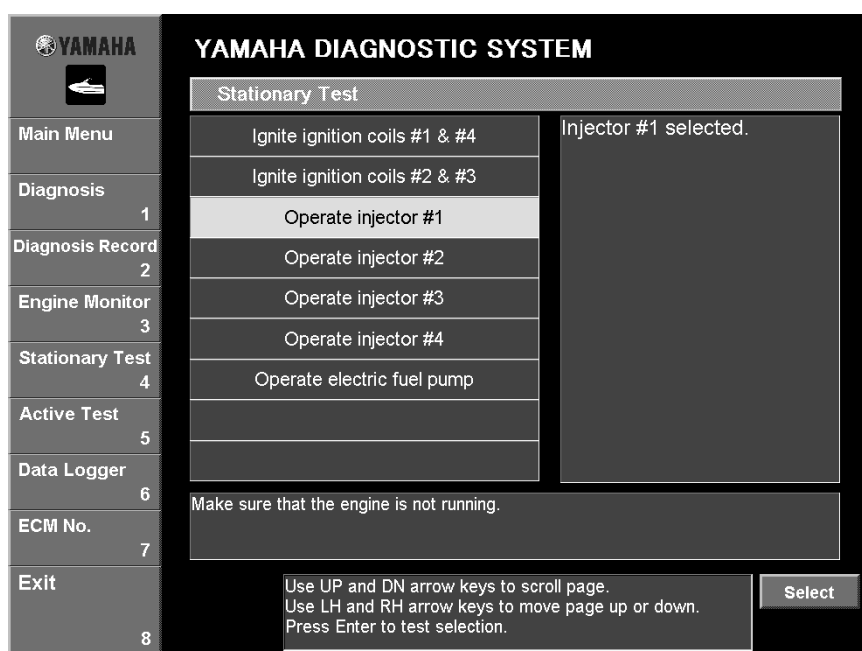

Fig. 48
1. Select the test that you wish to perform by either clicking it or pressing the up or down arrow keys on your keyboard. (Fig. 48)
2. Select the cylinder to be tested, and then click the **Select** button or press the Enter key on your keyboard. (Fig. 48)
1. Sélectionner le test à effectuer en cliquant dessus ou en utilisant les touches haut ou bas du clavier (Fig. 48).
2. Sélectionner le cylindre à tester, puis cliquer sur le bouton **Select** ou appuyer sur la touche Entrée du clavier (Fig. 48).
1. Wählen Sie den Test, den Sie durchführen möchten, entweder durch Anklicken oder durch Benutzung der Pfeiltasten auf Ihrer Tastatur. (Abb. 48)
2. Wählen Sie den zu testenden Zylinder aus und klicken Sie dann auf **Select** oder drücken Sie die "Enter"-Taste auf Ihrer Tastatur. (Abb. 48)
1. Seleccione la prueba que desea realizar, haciendo clic en ella o bien pulsando la flecha arriba o abajo del teclado. (Fig. 48)
2. Seleccione el cilindro en el que va a realizar la prueba y haga clic en el botón **Select** o pulse la tecla Intro del teclado. (Fig. 48)